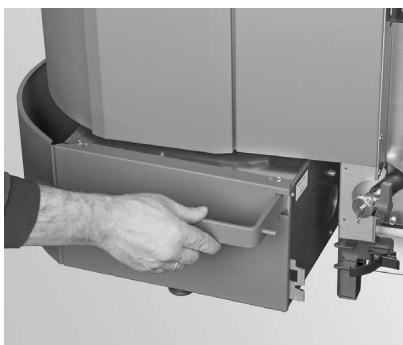
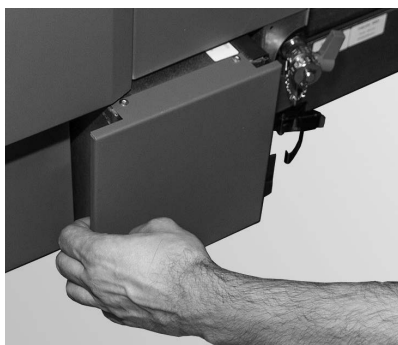

Fig. 46 Aschebox leicht nach links drücken und herausziehen
Fig. 47 Aschebox leicht nach links drücken und herausziehen
- ▶ Aschebox leicht nach links schieben und herausziehen – Fig. 46, Fig. 47.